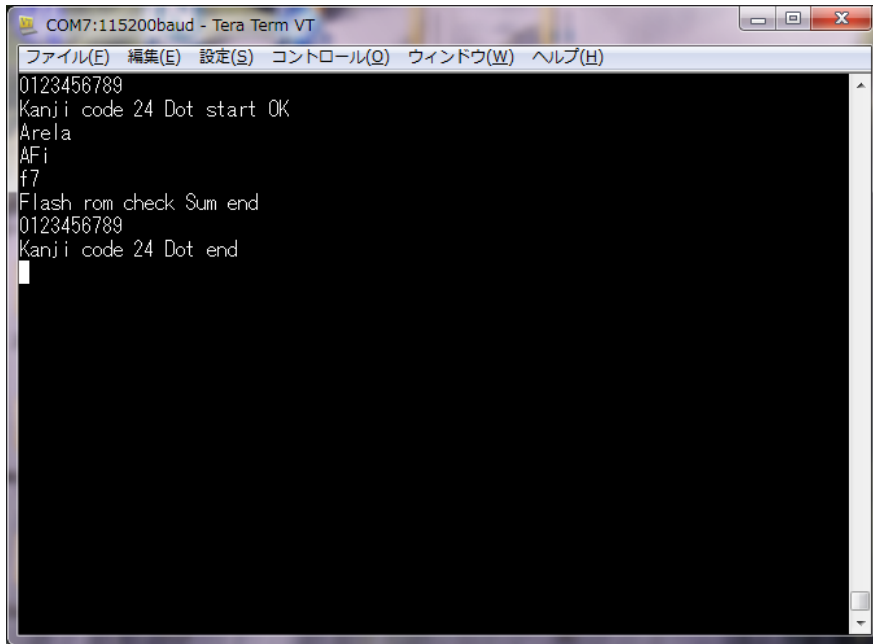

图 5-4
- (10) 最后如图 5-4 所示，再次输入字符“0123456789”后，按下回车键发送字符。